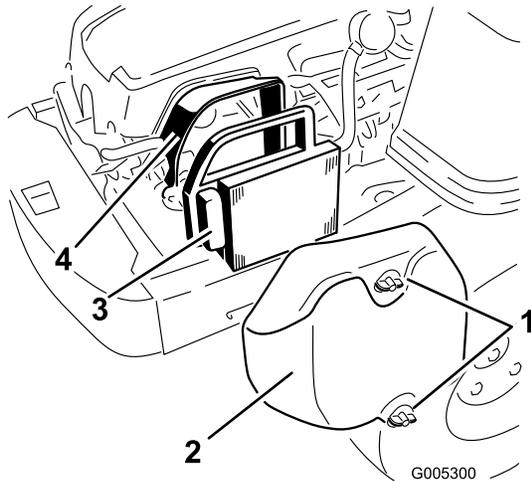

Figura 24
1. Retire la tapa del limpiador de aire (Figura 24).
2. Retire el elemento limpiador de aire con la junta de goma integral (Figura 24).
5. Instale el elemento del limpiador de aire con el lado plisado hacia fuera, y asiente la junta de goma en los bordes de la base del limpiador de aire (Figura 24).
6. Vuelva a instalar la tapa del limpiador de aire y fíjela con los dos pomos (Figura 24).